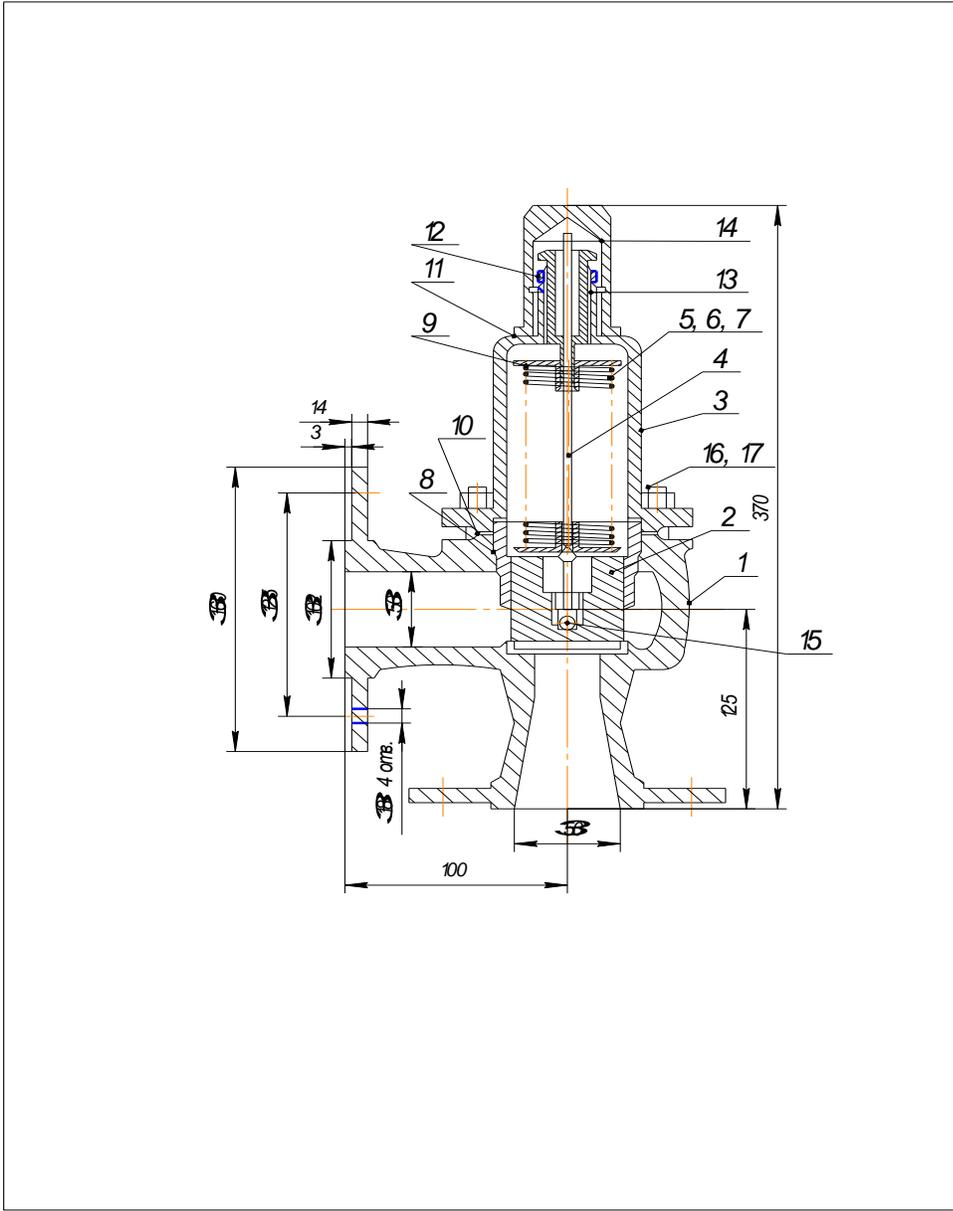

Рисунок 1
Угловой корпус I (см. рисунок 1) предохранительного клапана, через проходное сечение которого при открытом затворе осуществляется сброс рабочей среды, выполнен с наплавленной уплотнительной поверхностью из нержавеющей стали. Уплотнительные поверхности корпуса и золотника 2 образует затвор, обеспечивающий герметичное перекрытие проходного сечения
При монтаже должны быть предусмотрены условия, обеспечивающие удобный доступ к клапану в период эксплуатации. Перед пуском клапанов в действие произведите его настройку на необходимое рабочее давление, для чего: снимите колпак 14 (см. рисунок 1), уберите прокладку 11, отверните гайку 12 и подожмите пружину 5 (6,7) регулировочной втулкой 13. Создайте перед клапаном заданное рабочее давление. Выворачивая регулировочную втулку,
- снимите пломбу и отверните колпак 14 (см. рисунок 1);